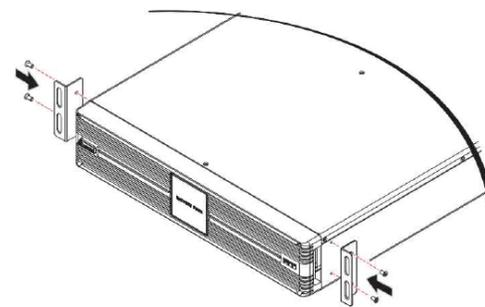

Рисунок 2. Крепление кронштейнов с проушинами
1. Прикрепите кронштейны с проушинами, входящие в комплект поставки, к боковым монтажным отверстиям внешнего батарейного блока Delta. См. Рисунок 2.